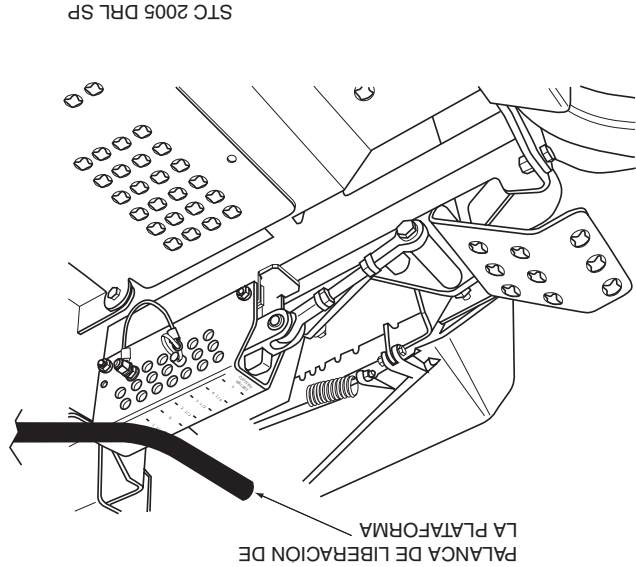
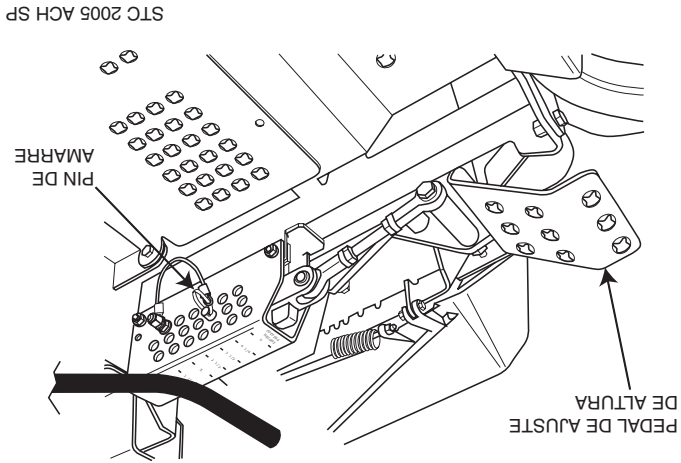

Figura 4-4 Palanca de liberación de la plataforma
Figura 4-5 Ajuste de altura de corte
2. Empuje el pedal de ajuste de la altura de corte completamente hacia adelante con su pie derecho hasta que se asegure en su lugar. (Figura 4-5, página 18)
3. Inserte el pin de amarre en el indicador de la altura de corte en la altura de corte deseada. Empuje hacia adelante la palanca de pie de elevación de la plataforma, manténgala en posición y levante la palanca de liberación de plataforma, (Figura 4-4). Libere lentamente el pedal. Hay una calcomanía de la altura de plataforma ubicada en el indicador de la altura como una ayuda para ajustar la plataforma a la altura deseada. (Figura 4-5)